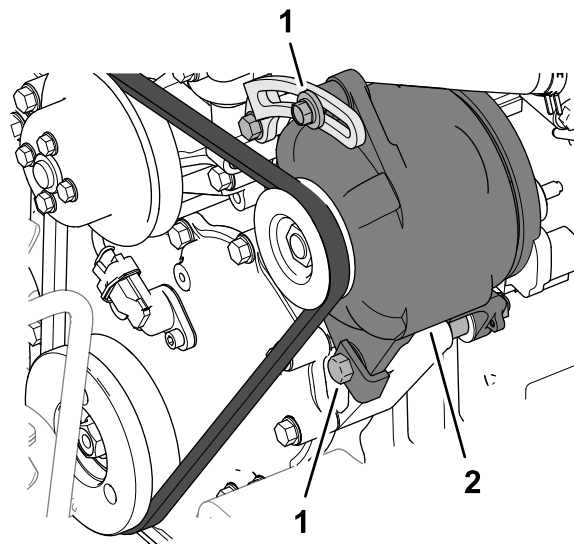

Figure 103
- Si la flèche est supérieure ou inférieure à 10 mm ($\frac{3}{8}$ po), desserrez les boulons de montage de l'alternateur (Figure 103).